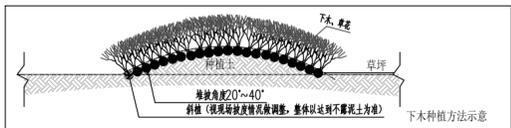

图1
- 下木种植方法：下木与草坪种植要紧密，在下木种植范围，要进行角度达到20~40度堆坡，帮助下木造景以达到厚而密的效果；下木密度必须达到近视不露泥土程度，下木种植方法，与草坪或白沙滩交接处边沿的下木以斜植，顺着堆坡的弧度种植，方法示意如图1；